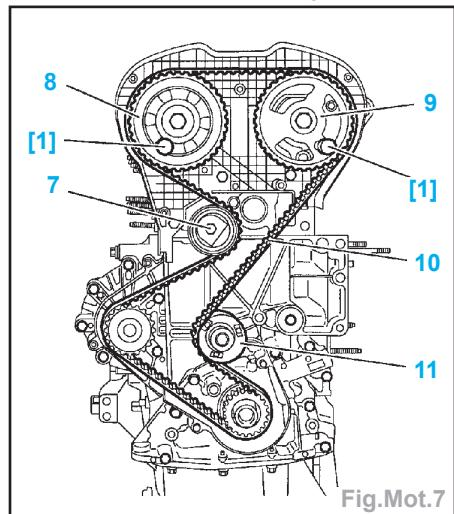

Fig. Mot.7
- Piger les poulies d'arbre à cames (8) et (9) à l'aide de l'outil [1] (Fig. Mot.7).